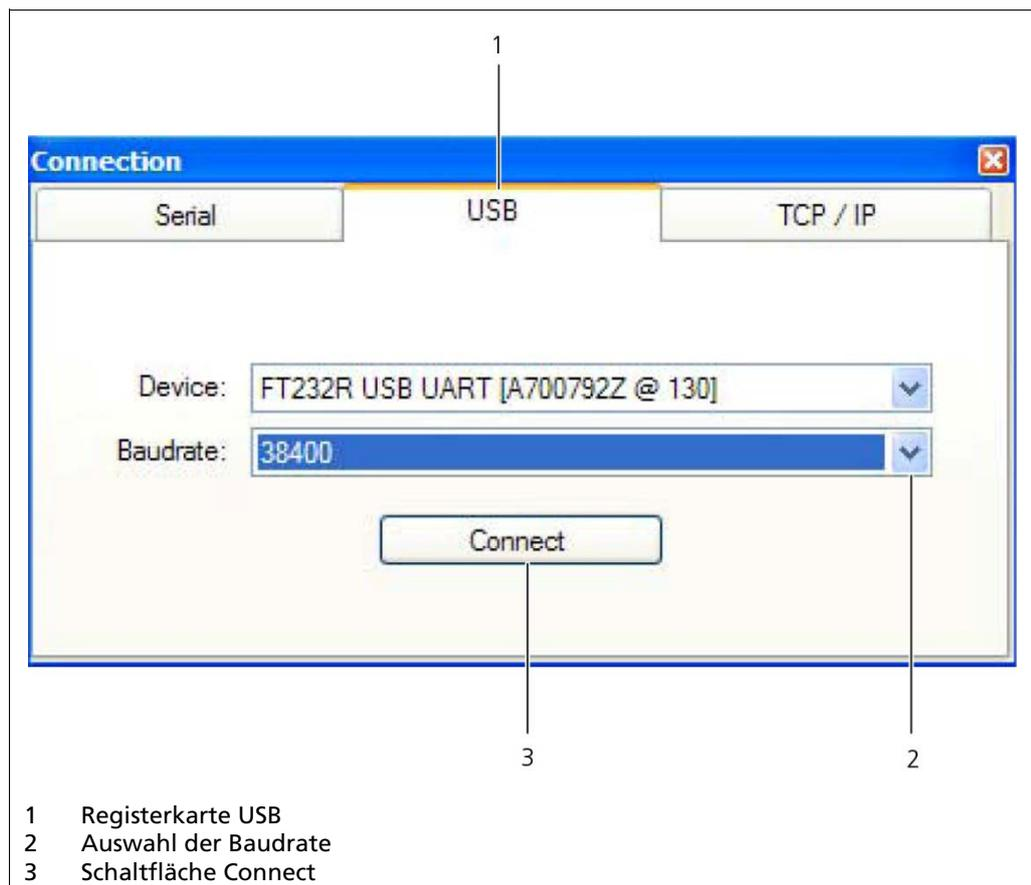

Abb. 12 Verbindungsfenster „FlashLoader“
7. Klicken Sie auf die Registerkarte <USB> (Abb. 12, Pos. 1).
8. Wählen Sie im Auswahlmenu (Abb. 12, Pos. 2) eine Baudrate von 38400 aus.
9. Klicken Sie auf <Connect> (Abb. 12, Pos. 3).